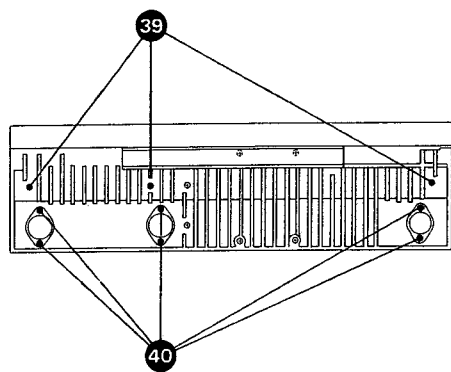

Fig. 3.17.-1
- Pro Print 1 Schraube (39) lösen (Fig. 3.17. - 1).
- Remove 1 screw (39) (fig. 3.17. - 1) from heat sink for each circuit board.
- Dévisser une vis par print (39) (Fig. 3.17. - 1)
- Leistungstransistor lösen 2 Schrauben (40) (Fig. 3.17. - 1) und aus der Halterung herausziehen.
- Undo 2 transistor mounting screws (40) (fig. 3.17. - 1) and pull transistor from its socket.
- Dégager les 2 transistors de puissance (2 vis (40) ) (Fig. 3.17. - 1) de leur socle.